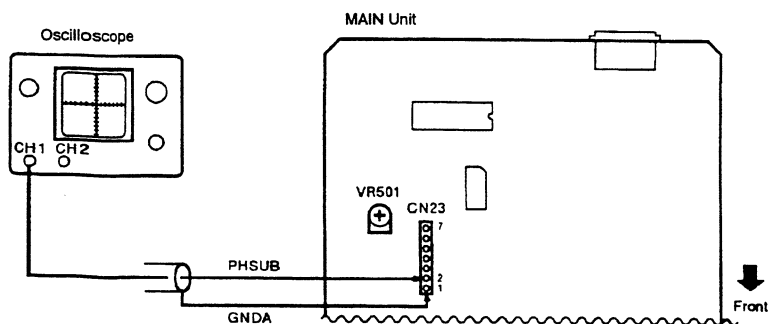

Fig. 3-9
1. Connect the oscilloscope between CN23-2 (PHSUB) on the MAIN unit and CN23-1 (GND A). (Refer to Fig. 3-9)
1. オシロスコープをMAINユニットのCN23-2(PHSUB) とCN23-1(GND A) 間に接続する。(図3-9参照)